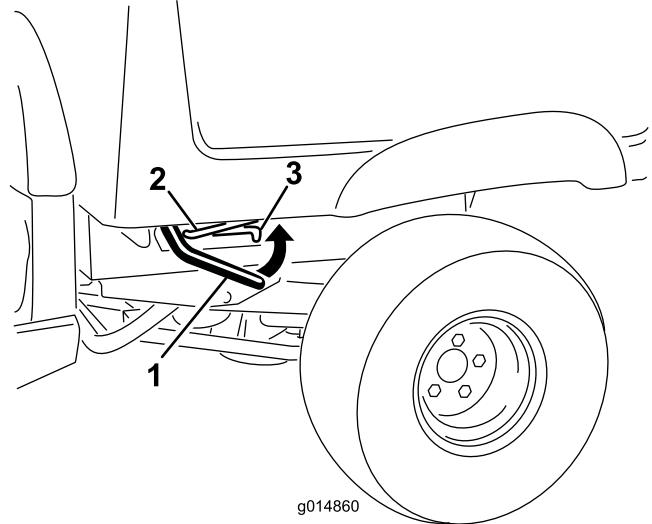

Bild 1
2. Heben Sie den Hebel an beiden Seiten der Ladepritsche an und heben Sie die Ladepritsche an (Bild 1).
3. Ziehen Sie die Stützstange in die Auskerbung, um die Staubox zu befestigen (Bild 1).